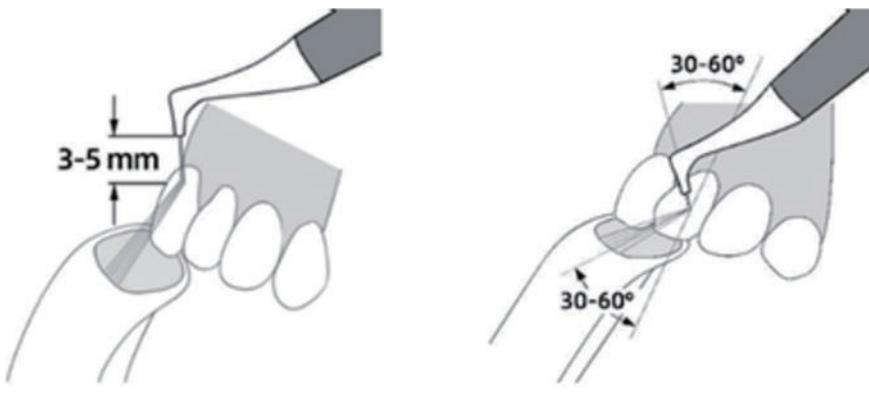

Figure 5 Schéma de dynamitage adhésif
2.3.4.5 Aligner la buse sur la surface de la dent. Il est recommandé de maintenir une distance de 3 à 5 mm entre la sortie de la buse et la surface de la dent. Il est recommandé que la direction du polissage de l'air et la surface de la dent soient à un angle de 30° - 60°, comme le montre la figure 5.